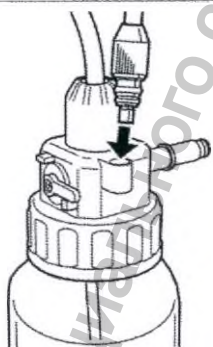

Рис. 4.10
3. Коннектор воздуха/воды необходимо вставить в держатель на крышке ёмкости для воды до подсоединения блока ёмкости для воды (OS-H5) к видеопроцессору и эндоскопу (Рис. 4.10).